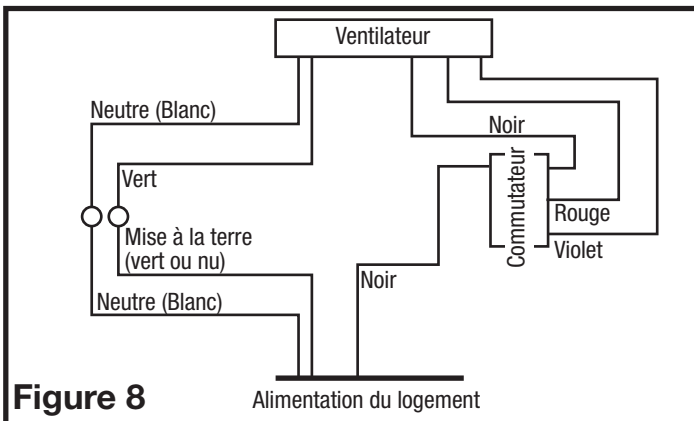

Figure 8
2. Connectez le fil blanc du ventilateur au fil blanc (neutre) de la source d'alimentation. Connectez le fil de terre de la maison au fil vert du boîtier du ventilateur. En utilisant un commutateur à trois fonctions correctement mis à la terre (non inclus), connectez le fil noir de l'alimentation au commutateur. Connectez le fil noir (ventilateur) à partir du boîtier du ventilateur à l'une des bornes sur le commutateur. Connectez le fil rouge (lumière) du boîtier du ventilateur à un terminal séparé sur le commutateur. Connectez le fil violet (lumière de nuit) du boîtier de ventilateur à un terminal séparé sur le commutateur (**Figure 8**). Utilisez des méthodes approuvées pour toutes les connexions.